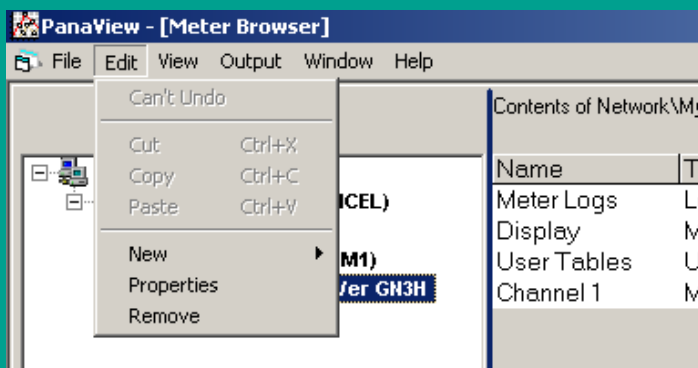

Рисунок 25: Пункт «properties» (свойства) в меню «edit» (редактирование)
2. Откройте меню «edit» (редактирование) и выберите пункт «properties» (свойства), как показано на рис. 25.